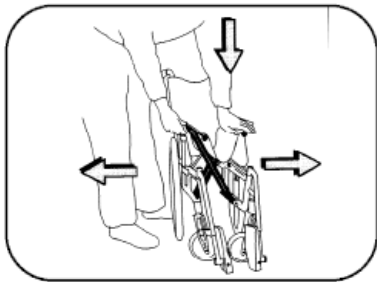

Рис. 2
Зніміть з сидіння чохол (задню частину) (див. Рис. 2) та поверніть регулятор (3) під сидінням, завдяки цьому користувач зможе пересувати базу задньої секції.
Як розкласти коляску (рис. 2):